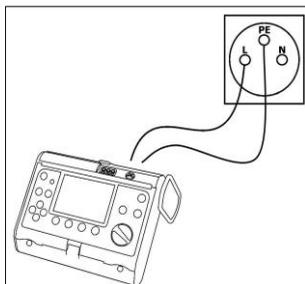

Fig. 19. Conexión del medidor
- conectar el medidor con los cables a la toma de corriente del tablero según la Fig. 19,